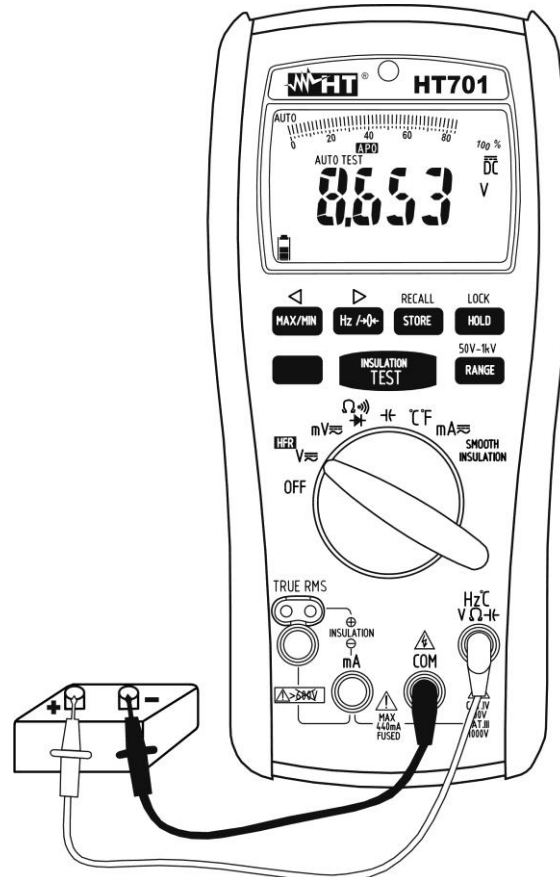

Abb. 2: Verwendung des Gerätes für Gleichspannungsmessung
4. Verbinden Sie die rote Messleitung mit der **Hz°CVΩH** Eingangsbuchse, und die schwarze Messleitung mit der **COM** Eingangsbuchse (siehe Abb. 2)
7. Das Symbol "-" auf dem Display des Gerätes gibt an, dass die Spannung die umgekehrte Richtung mit Bezug auf die Verbindung in Abb. 2